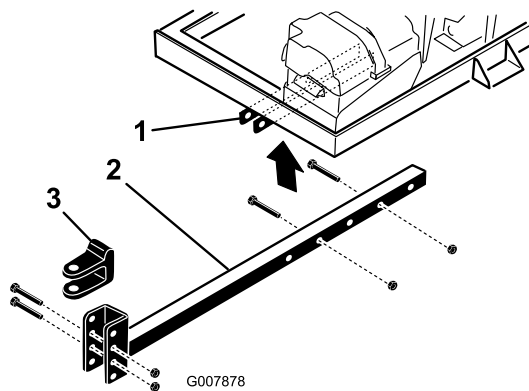

图 4
2. 将挂钩管插入机架支架 图 4。用 2 个螺栓 $\frac{3}{8}$ x 3 英寸和凸缘螺母 $\frac{3}{8}$ 英寸将挂钩管固定到机架上并上紧扭矩至 40N·m。
- 卸下将挂钩 U 形销图 4 固定到挂钩管上的螺栓和锁紧螺母。
- 卸下将挂钩管固定到机架支架的螺栓和螺母图 4。